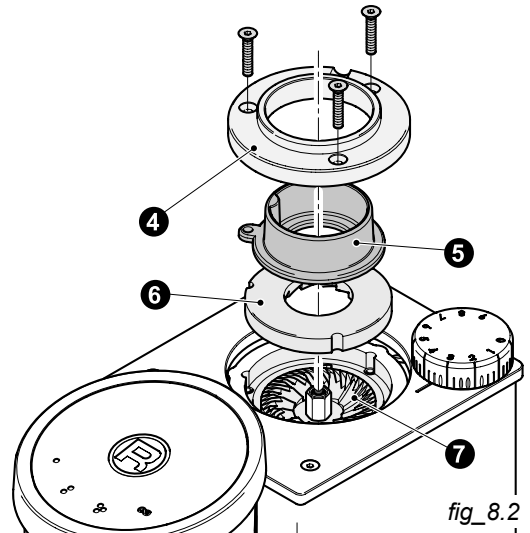

fig. 8.2
Enlever ensuite les trois vis qui fixent la bride (4 - fig. 8.2) et l'extraire. Enlever le collier en caoutchouc (5) et le moulin supérieur (6) afin d'exposer la chambre de mouture (7 - fig. 8.2).